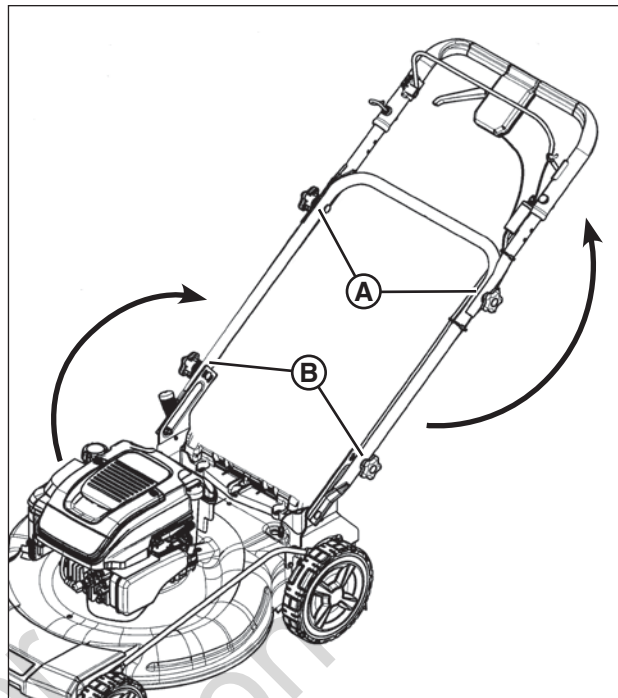

Figure 2: Lever l'assemblage de poignées
1. Desserrer, mais sans les retirer, les boutons (**A**, **Figure 2**) des deux côtés de la poignée supérieure.
3. Retirer les boutons de poignée, les rondelles et les boulons de transport de la poignée inférieure (**B**, **Figure 2**).